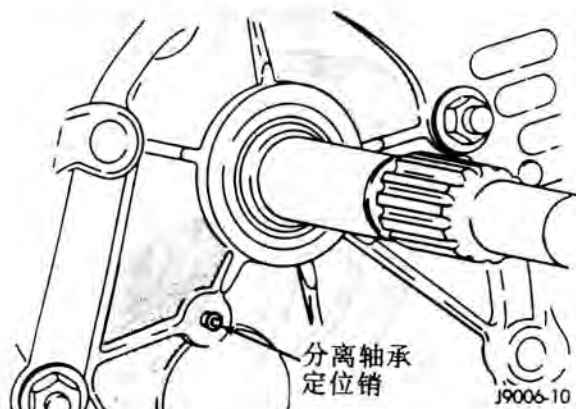

图 10 分离轴承安装销的位置
(2) 检查分离轴承定位销 (图 10), 如销子损伤, 则更换变速箱前轴承盖。